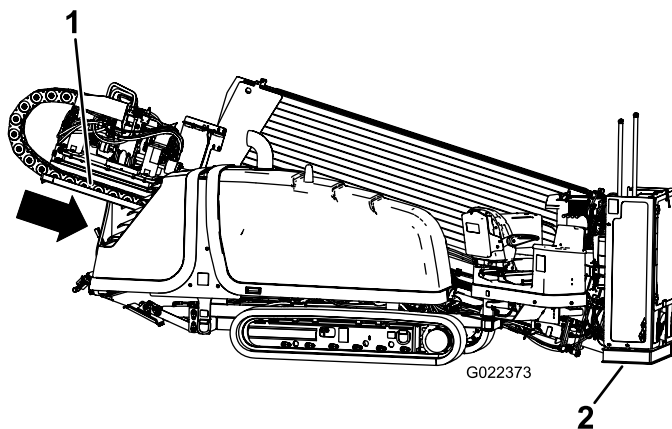

Bild 80
9. Senken Sie den Schubrahmen ab und kippen Sie den Bohrrahmen, bis die Platte den Boden berührt (Bild 80).